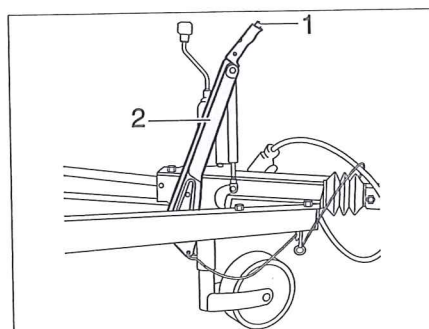

Bild 13 Alternativ: Parkeringsbromsen
- Lossa parkeringsbromsen: tryck på låsknappen (Bild 13,1) och för bromsspaken (Bild 13,2) nedåt.